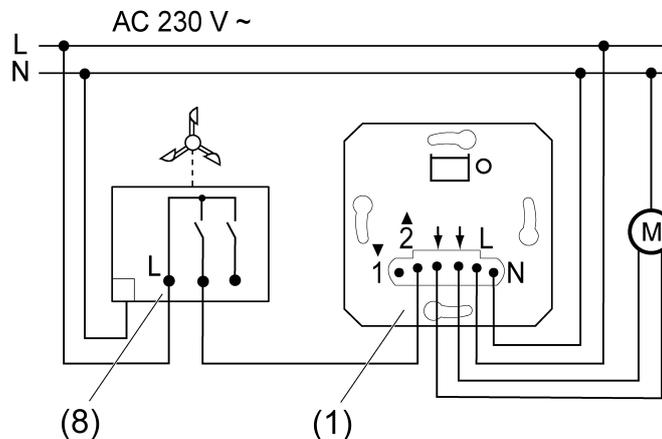

Bild 6: Anschlussbeispiel Windsensor
- Den Windsensor (8) nach Anschlussbeispiel anschließen (siehe Bild 6). Windalarm wird über den Nebenstelleneingang 2 realisiert.